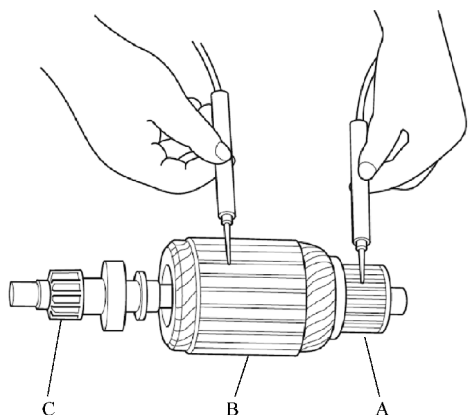

图 24-16 用万用表电阻档检查电枢是否短路
10) 如图 24-16 所示, 使用万用表电阻档检查换向器 A 与电枢线圈芯 B 之间以及换向器与电枢轴 C 之间是否导通。如果导通, 则更换电枢。